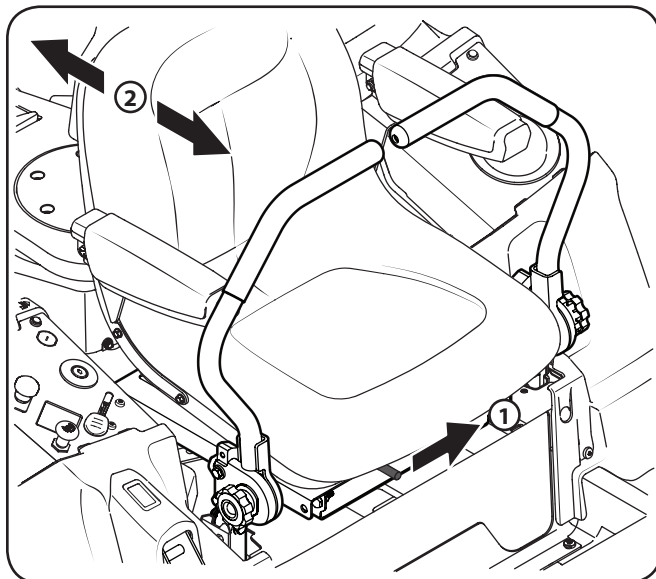

Figure 3-6
1. Pour régler la position du siège, poussez le levier de réglage du siège vers la gauche. Voir Figure 3-6.
2. Glissez le siège vers l'avant ou vers l'arrière à la position désirée, puis relâchez le levier de réglage. Assurez-vous que le siège est verrouillé en position avant d'utiliser la tondeuse. Voir Figure 3-6.